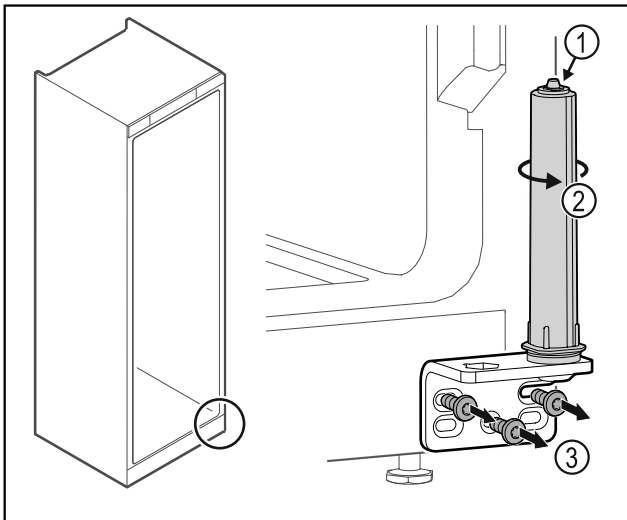

Fig. 31
- Ne pas désassembler le système de fermeture de la porte Fig. 31 (1).
- Tourner le système de fermeture Fig. 31 (2) jusqu'à entendre un clic.
- Dévisser l'équerre de la charnière Fig. 31 (3).